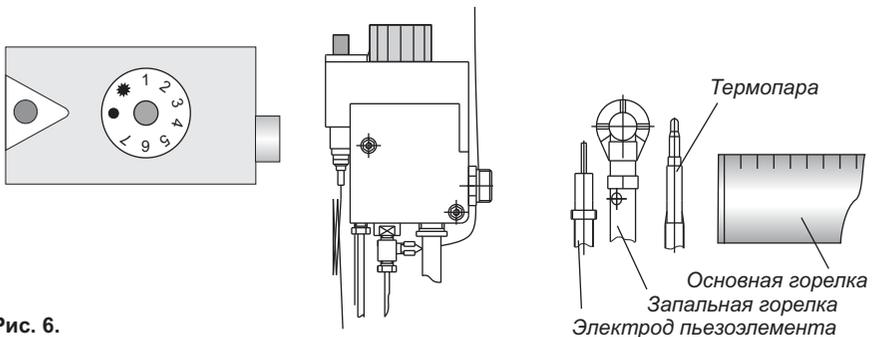

Рис. 6.
Изначальное положение круглой рукоятки управления (рис.6) в позиции "выключено" (0)
Рис. 6а.
Рис. 6б.